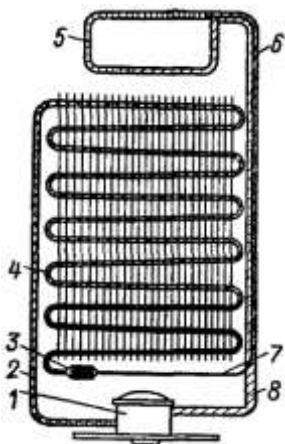

Рис. 1
12. Укажите названия элементов компрессионного холодильника, обозначенные цифрами (рис.1).